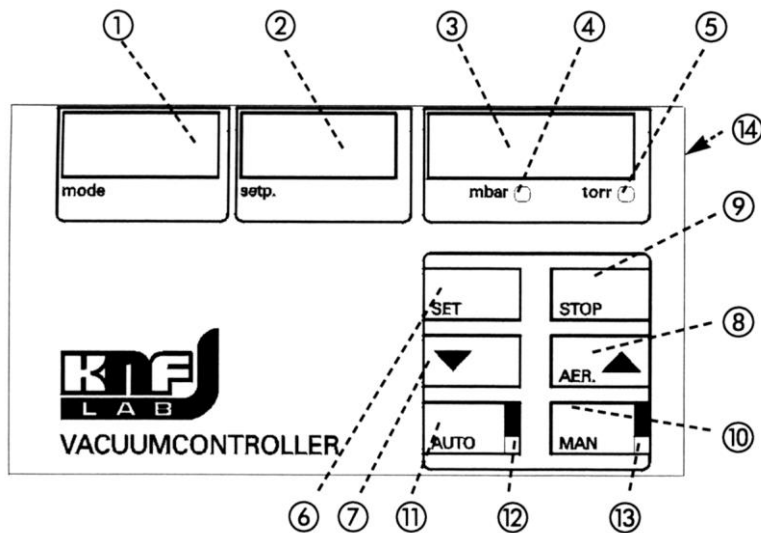

Fig. 2 : Eléments d'affichage et de commande
2.6. Explication des éléments d'affichage et de commande (voir Fig. 2)